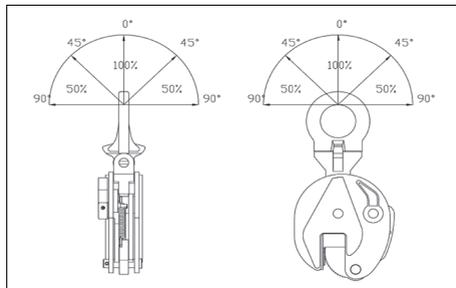

RYS. 7
Przegub zaciskowy umożliwia obracanie i/lub przechylanie arkusza bez odrywania go od podłoża i bez przekraczania pionu. (rys. 7); ponownie, ładunek musi być prawidłowo i bezpiecznie uchwycony (rys. 8).
- ⚠ UWAGA:** w odniesieniu do minimalnego obciążenia roboczego należy wziąć pod uwagę, że podczas operacji obrotu/pochylenia płyty o 180°, dopóki jeden koniec ładunku znajduje się na podłożu, podczas gdy ładunek jest obracany z pozycji poziomej do pionowej, akcesorium będzie przenosił tylko część obciążenia (rys. 7).